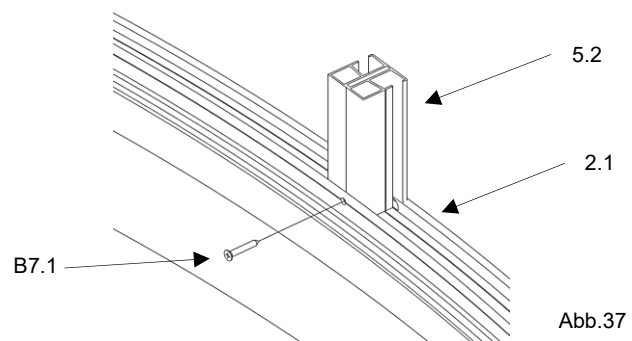

Abb.37
- die Mittelsprosse (5.2) wird mit einer Senkblechschraube (B7.1) an das Laufrollenprofil mit Türlaufschiene (2.1) befestigt. (Abb.37)